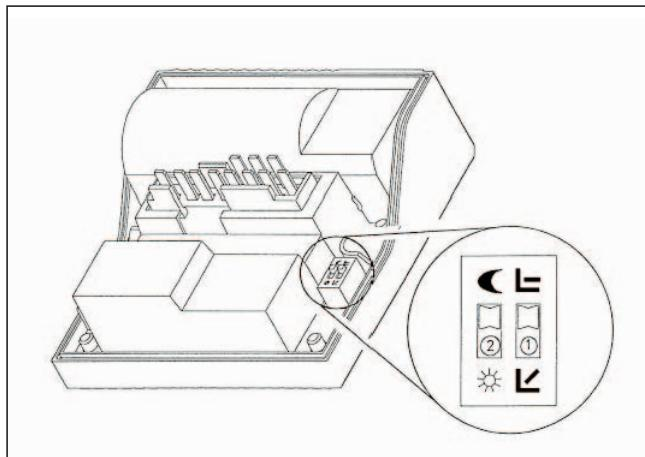

Рис. 3.3 ДИП-переключатель в крышке клеммной коробки
- Установите ДИП-переключатель 2 (рис. 3.3) в крышке клеммной коробки на символ \curvearrowleft .
- Установите ДИП-переключатель 2 (рис. 3.3) на символ \star , чтобы отключить ночное понижение температуры.